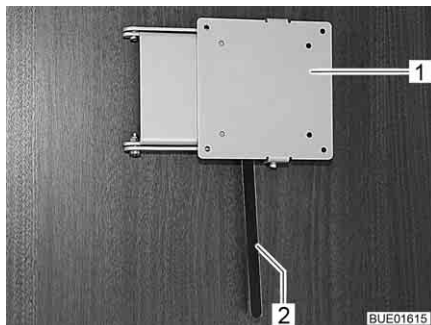

Fig. 48 Supporto con leva di sbloccaggio
- Spingere di lato la leva di sbloccaggio (Fig. 48,2) e ruotare il supporto (Fig. 48,1) con lo schermo piatto nella posizione desiderata.
- Riportare indietro lo schermo piatto finché il supporto (Fig. 48,1) non si innesta nel bloccaggio.